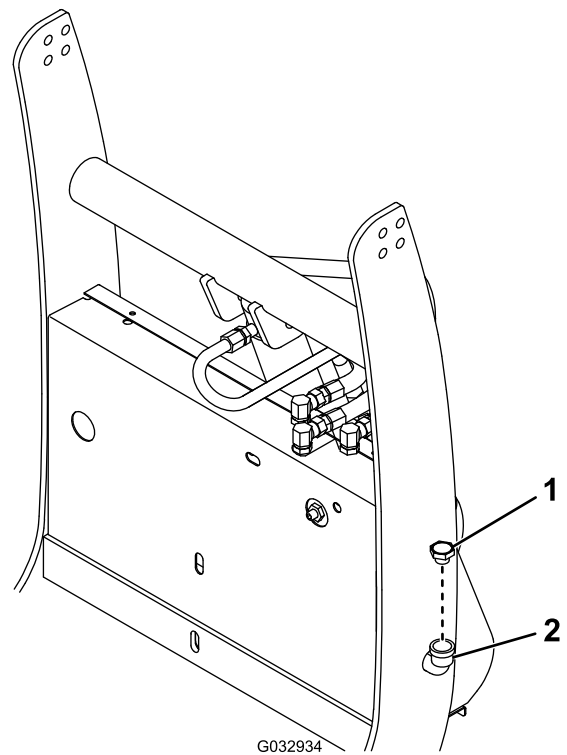

Bild 33
2. Reinigen Sie den Bereich um den Fülldeckel (Bild 33).
3. Nehmen Sie den Fülldeckel vom Hydraulikbehälter ab (Bild 33).